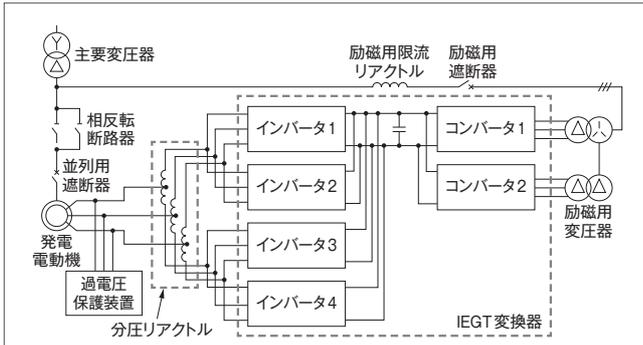

図6. 1号可変速機の単線結線図 — 二次励磁装置にIEGT変換器を適用している。
- (1) 電力変換器にIEGT素子を採用することによる励磁損失の低減及びコンパクト化
- (2) 分圧リアクトル方式採用による高調波の低減
- 1号可変速機の単線結線図を図6に示す。